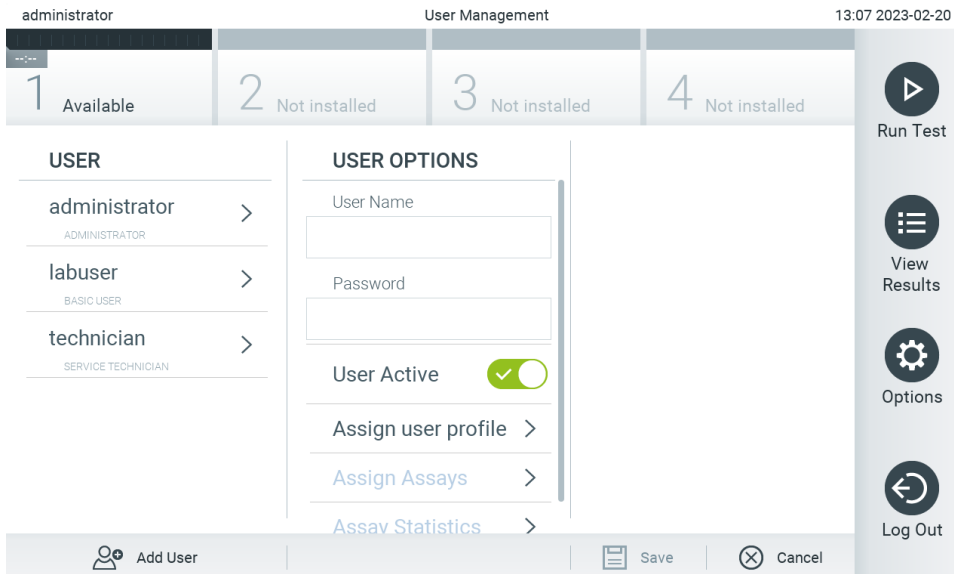

Figura 55. Adăugarea unui utilizator nou.
1. Apăsați butonul **Options** (Opțiuni), apoi butonul **User Management** (Gestionarea utilizatorilor) pentru configurarea utilizatorilor. Ecranul **User Management** (Gestionarea utilizatorilor) apare în zona de conținut a afișajului (Figura 55).